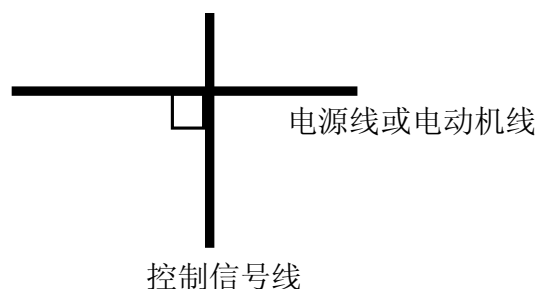

图 3-20 系统配线要求
(1) 变频器到电动机的电缆线(U、V、W 端子引出线)应尽量避免与电源线(R、S、T 端子输入线)平行布线。应保持 30 厘米以上的距离。
(2) U、V、W 端子三根电机线尽量置于金属管或金属布线槽内。
(3) 一般控制信号线应采用屏蔽电缆,屏蔽层与变频器 PE 端相连后,以靠近变频器侧单端接地。
(4) 变频器 PE 端接地电缆必须直接与接地板相连,不得借用其它设备接地线接地。
(5) 强电电缆(R、S、T、U、V、W)不得与控制信号线平行近距离布线,更不能捆扎在一起,须保持 20~60 厘米(与强电电流大小有关)以上的距离。如果要相交,则应相互垂直穿越,如图 3-20 所示。